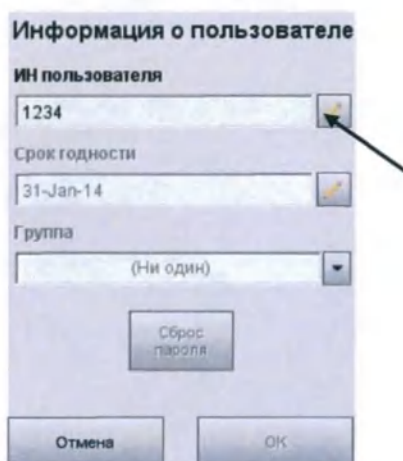
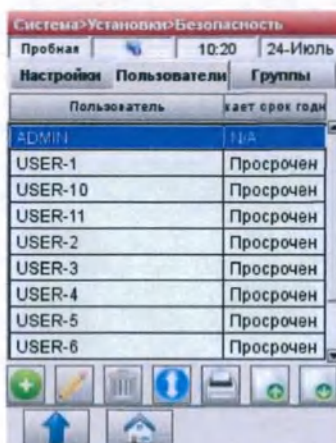

Рис.3-59 Информация о пользователе
Рис.3-60 Пользователь
5. На экране **<Информация о пользователе>** (Рис.3-59), нажмите  для ввода ИН оператора (до 25 знаков).
8. Чтобы изменить существующего пользователя выберите его (Рис.3-60) и нажмите  для внесения изменений. Нажмите **<Сброс пароля>** (Рис.3-59) чтобы изменить пароль пользователя.